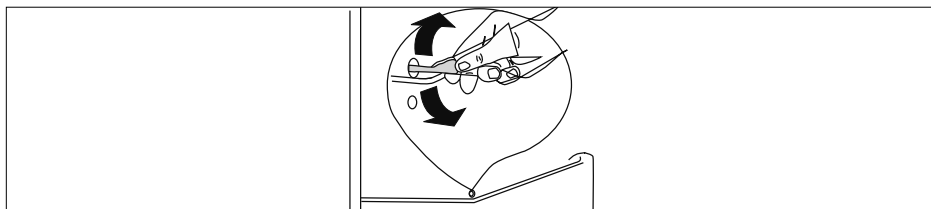

Fig. 21
- ▶ Limpie las canaletas de desagüe del agua condensada en la cámara frigorífica (9), p. ej., con bastoncillos o un cepillo de limpieza (véase la **fig. 21**).
- ▶ Limpie todos los elementos del equipamiento con cuidado con un detergente suave (p. ej., lavavajillas): el cajón de la fruta/verdura (8), los compartimentos de la puerta (4/6) y los estantes de cristal (10/11).